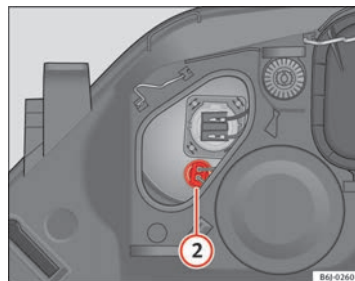

Abb. 152 Standlicht
- Ziehen Sie den Stecker ⇒ Abb. 152 ② nach außen ab.